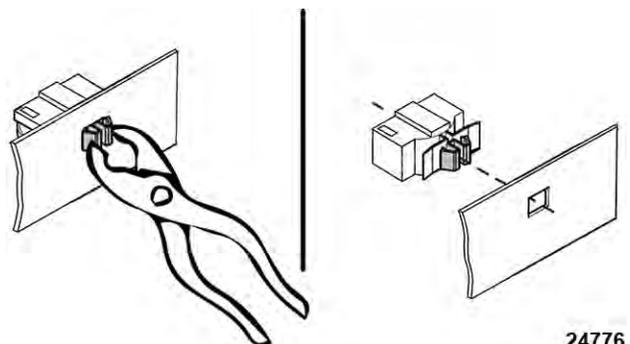

Fig. 85
5. Retire el sensor de nivel de agua con unas pinzas (Fig. 85).